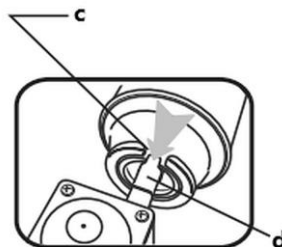

Abb. 7
1. Drehen Sie den Einstellregler (17) auf die AUS-Position (16) und stellen Sie den Kartuschen-Arretierhebel (20) auf die UNLOCK-Position (14).
2. Öffnen Sie die Kartuschenschacht-Abdeckung (6).
3. Setzen Sie die Gaskartusche (7) mit der Aussparung des Kartuschenkragens (c) nach oben in den Kartuschenschacht (8) ein, so dass die Ventilnase (d) des Gaskochers problemlos in die Aussparung (c) passt. (Abb. 7)